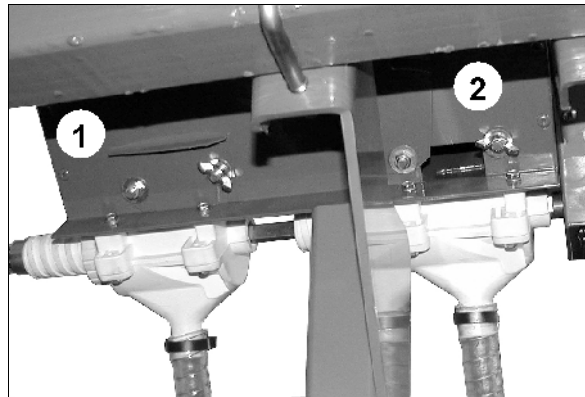

Fig. 54
2. Flügelmuttern beider Entleerungsklappen lösen (Fig. 54/1).